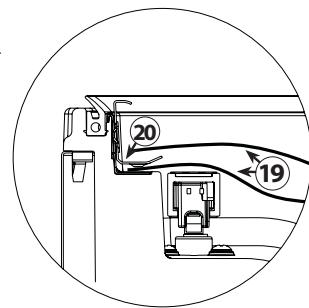

Fig. 1
- Introduzca la bolsa (19) de manera que la fijación (20) quede centrada en el lado abierto de la bolsa. Un extremo de la bolsa debe quedar por encima de la fijación (20) y el otro extremo debe quedar por debajo de ella para que el aire de la bolsa pueda aspirarse completamente (Fig. 1).
7. Introduzca la bolsa (19) de manera que la fijación (20) quede centrada en el lado abierto de la bolsa. Un extremo de la bolsa debe quedar por encima de la fijación (20) y el otro extremo debe quedar por debajo de ella para que el aire de la bolsa pueda aspirarse completamente (Fig. 1).